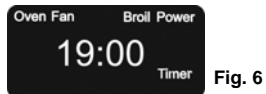

Fig. 6
- Appuyez sur le bouton Minuterie /Température pour régler la durée. Appuyez sur le bouton Augmentation /Diminution. Chaque fois que vous appuyez sur ce bouton, la durée est modifiée d'une minute. Sélectionner un préchauffage de 15 minutes. Si vous maintenez la pression sur les boutons Augmentation/Diminution, les intervalles changent rapidement. Appuyez sur le bouton de démarrage. (Fig. 6)